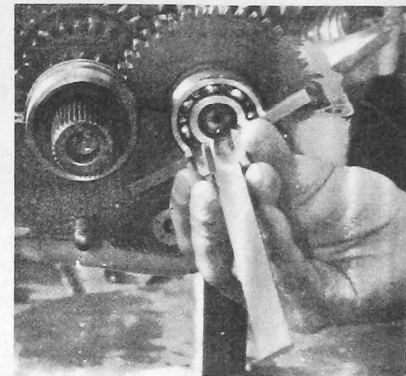

Fig. 77
1. Mit einem Tiefenmaß Spiel zwischen Kugellager und Gehäuse ermitteln (Fig. 77).
1. Measure play between ball bearing and housing using a depth gauge (Fig. 77).